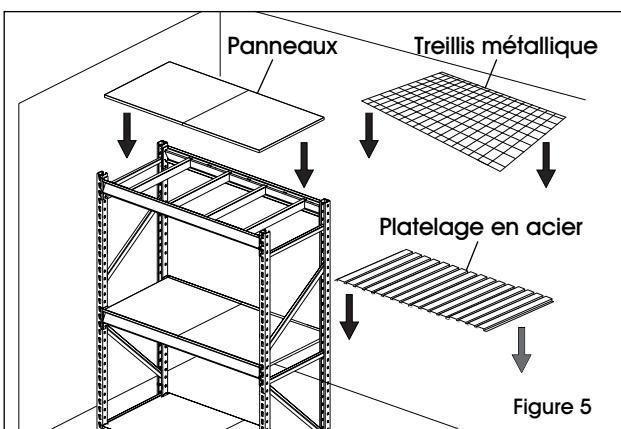

Figure 5
- Placez les panneaux, les treillis métalliques ou les platelages en acier sur les traverses de soutien et les supports de tablette. (Voir Figure 5)